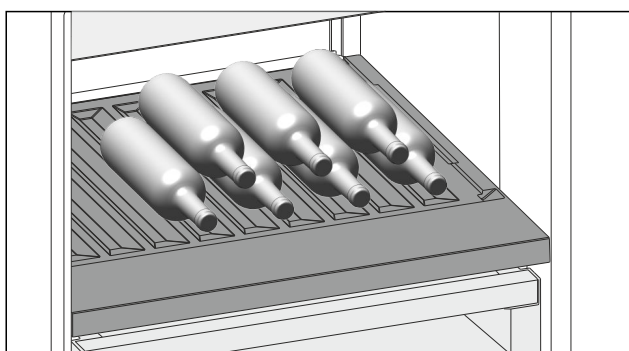

Fig. 175 Ilustrační zobrazení
- Láhve ukládejte dnem dozadu k zadní stěně. (viz Fig. 175)